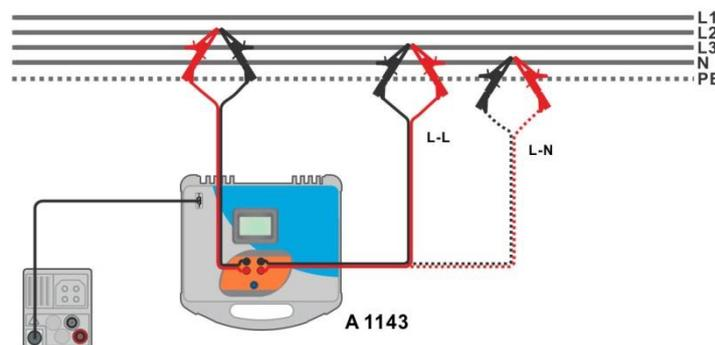

Abbildung 7.42: Hochpräzise Messung der Leitungsimpedanz Phase-Nullleiter oder Phase-Phase - Anschluss des A 1143
- Schließen Sie die Prüflleitungen am Prüfling an, siehe **Abbildung 7.42**.